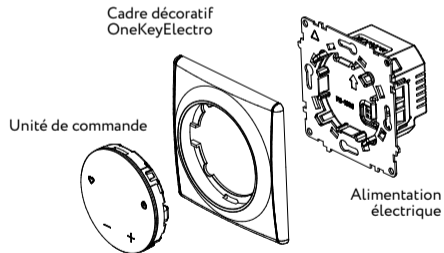

Fig. 5
6. Divisez le thermostat en blocs (Fig. 5).